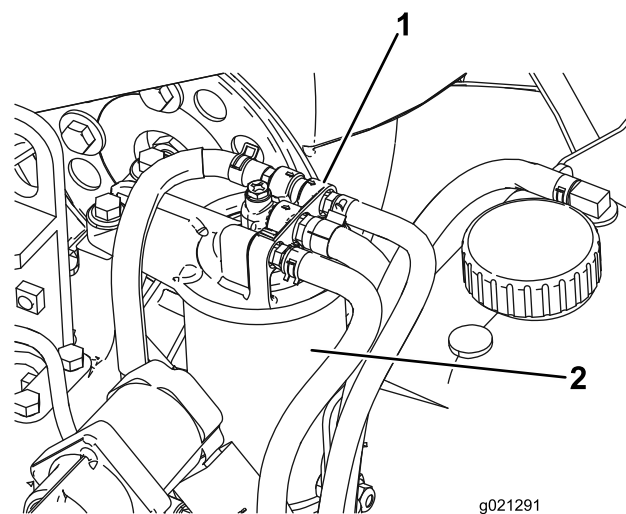

図 95
2. フィルタを外してフィルタヘッドの取り付け部をきれいに拭く図 95。
1. 燃料フィルタのヘッドの周囲をきれいに拭く図 95。